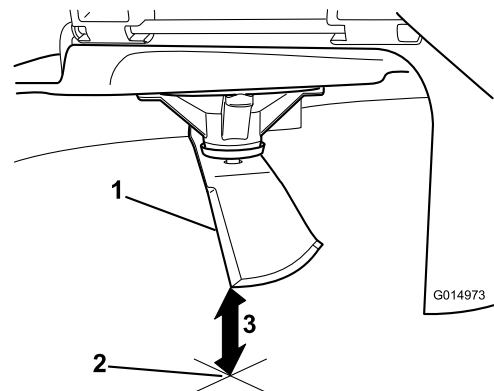

Figura 46
3. Mida desde la punta de la cuchilla hasta la superficie plana (**Figura 46**).